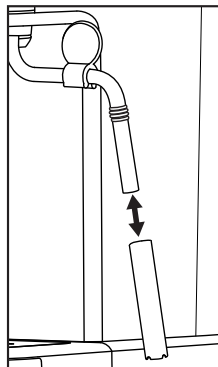

Figure 3
- 5) Retirez la gaine du mousser à lait 10 (figure 3) et la nettoyer soigneusement à l'eau chaude.
- 7) Glissez à nouveau le mousser à lait 10 (figure 3).